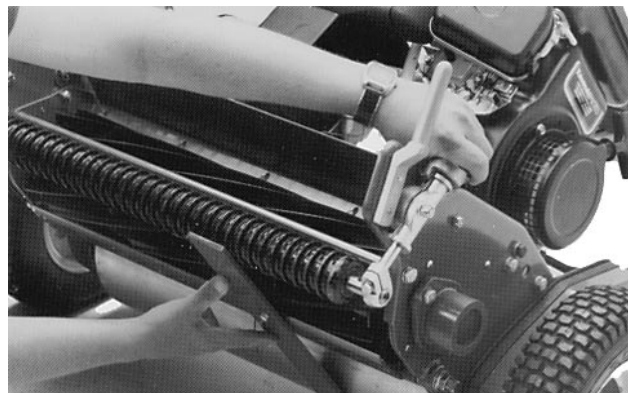

Fig. 8
4. Anbring skruehovedet på bundknivens skær, så bagenden af stangen hviler på bagrullen (Fig. 8).